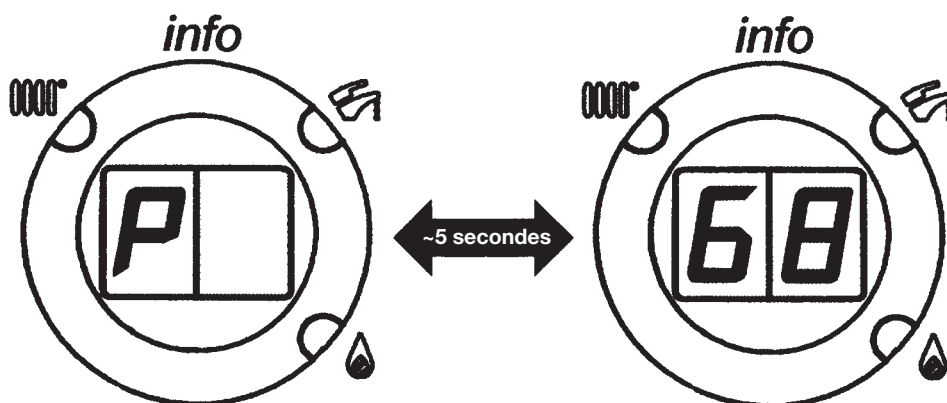

Figure 19
**Remarque :** lorsque la fonction "tarage" est lancée, l'afficheur visualise le message "P" suivi, par intervalles de 5 secondes, de la valeur de la température de départ de la chaudière (figure 19).